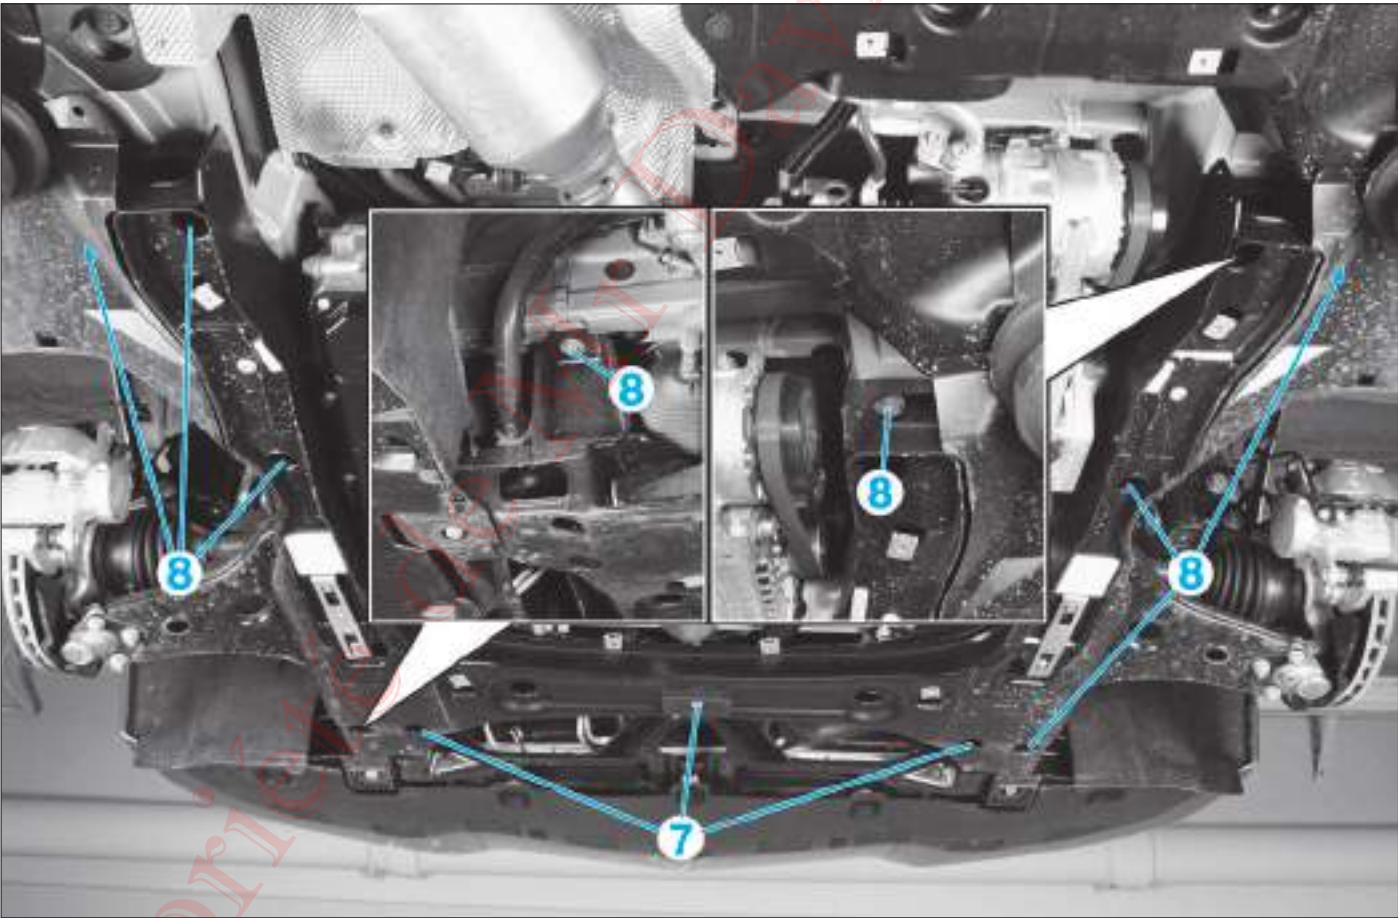

FIG. 18
- Déposer les écrous (7) (Fig.18).
- Déposer les vis (8).